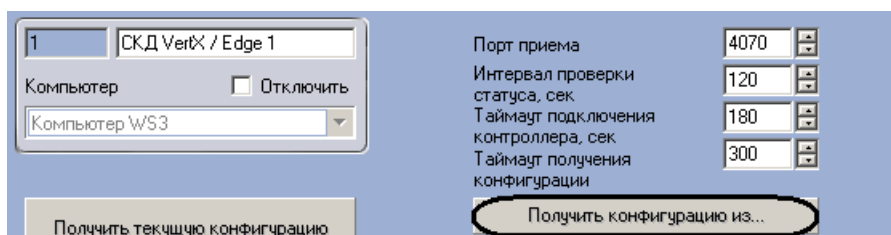

Рис. 3.4—4 Панель настроек объекта СКД VertX / Edge
4. Нажать кнопку **Получить конфигурацию из...** (см. Рис. 3.4—4).